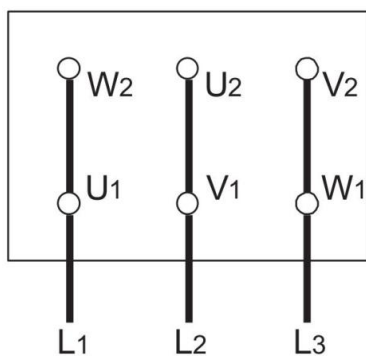
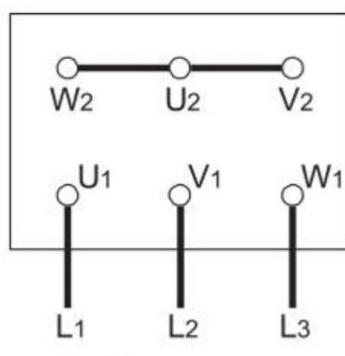
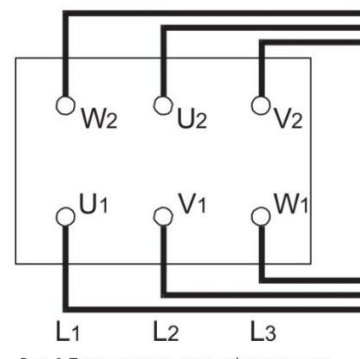

Рис. 7 Подключение - треугольник
Рис. 8 Подключение - звезда
Рис. 9 Подключение - звезда/треугольник
12. Подключение к сети зависит от номинальной мощности двигателя, источника питания и типа подключения. Необходимое соединение перемычек в клеммной коробке показано на схемах ниже (см. рис. 7, рис. 8, рис. 9).